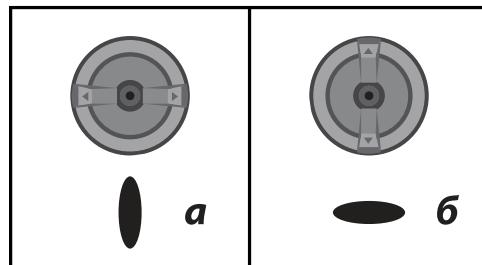

Рис. 3
- а) горизонтально - для формирования вертикального факела при окраске вправо-влево (Рис. 3а);
- б) вертикально - для горизонтального факела при окраске вверх-вниз (Рис. 3б);
9. Для регулировки интенсивности распыления поверните рычаг (1), чтобы отрегулировать необходимую форму факела от круглой до овальной.